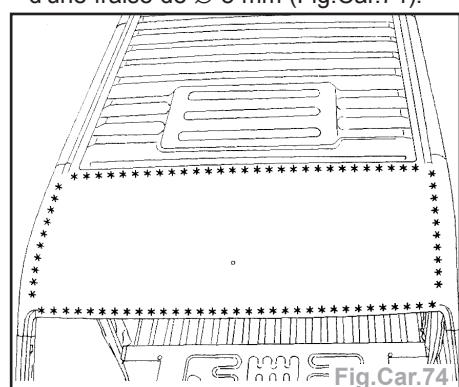

Fig.Car.74
- Dégrafer les lignes de points à l'aide d'une fraise de Ø 8 mm (Fig.Car.74).